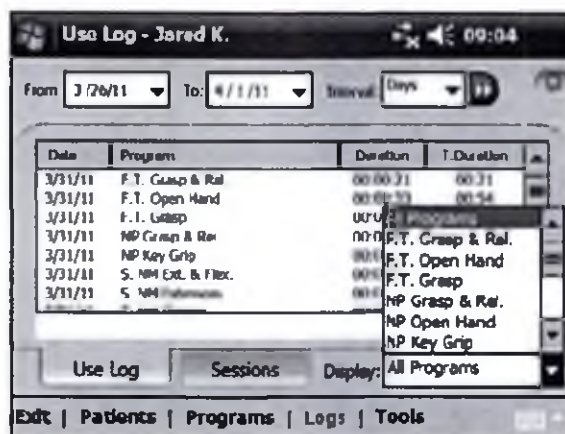

Рис. 8-36 Журнал использования
2. Нажмите на вкладку Use log. Откроется журнал использования. См. рисунок 8-36.